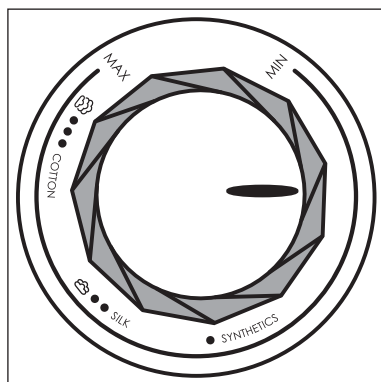

Fig. 2
- 3) Ajuste la temperatura adecuada con el regulador de temperatura ❹ (consulte la tabla inferior y la fig. 2).